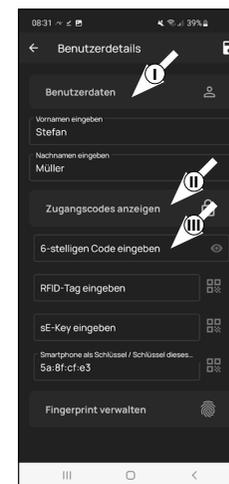

Fig. 3
- ! **Remarque :** Dans ce paragraphe, vous pouvez enregistrer les médiums d'identification souhaités par l'utilisateur (p. ex. code d'utilisateur ou empreintes digitales) (II) (Fig. 3). Le profil d'utilisateur de l'administrateur a déjà été créé automatiquement en ouvrant la serrure par smartphone.
- 4 Dans « entrer code à 6 positions », saisissez un code d'utilisateur souhaité à 6 positions (III) (Fig. 3)